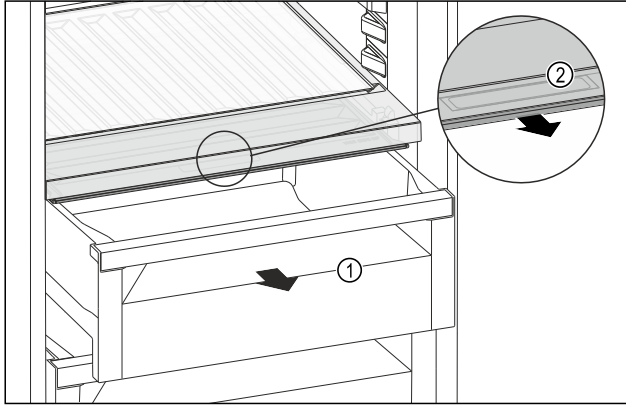

Fig. 108
- ▶ Húzza ki a fiókot Fig. 108 (1).
- ▶ Fogja meg a süllyesztett fogantyút Fig. 108 (2) a rekeszfedélen, és ezzel egy időben húzza előrefelé a rekeszfedelet.